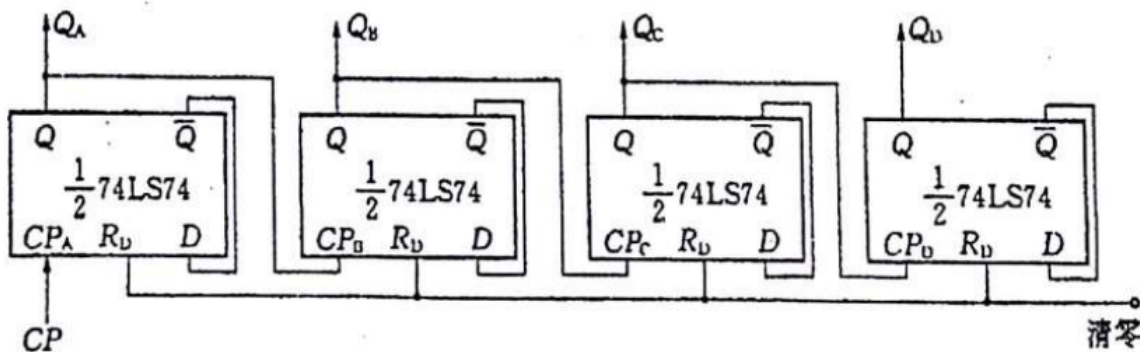

图 4.3: 用 D 触发器组成计数器
- ① 按图 4.3 所示连接, 时钟脉冲用 10kHz, 采用指示灯的亮、暗情况, 观察 CP 、 Q_A 、 Q_B 、 Q_C 、 Q_D 。
- ② 把图 4.3 中 CP_B 接 $\overline{Q_A}$ 、 CP_C 接 $\overline{Q_B}$ 、 CP_D 接 $\overline{Q_C}$, 用指示灯的亮、暗情况, 观察 CP 、 Q_A 、 Q_B 、 Q_C 、 Q_D 。